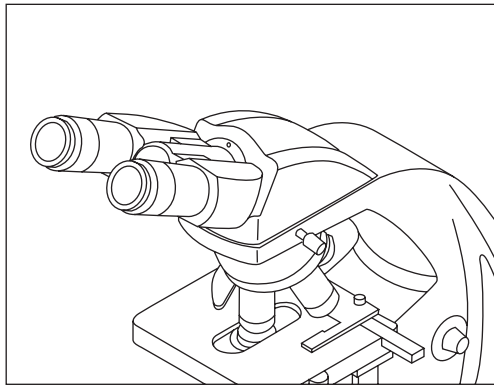

Figura 8.
- Enrosque el objetivo de menor aumento en el revólver desde el lado izquierdo o derecho, luego gire el revólver en sentido horario y monte los demás objetivos siguiendo el orden de menor a mayor aumento (Figura 8).